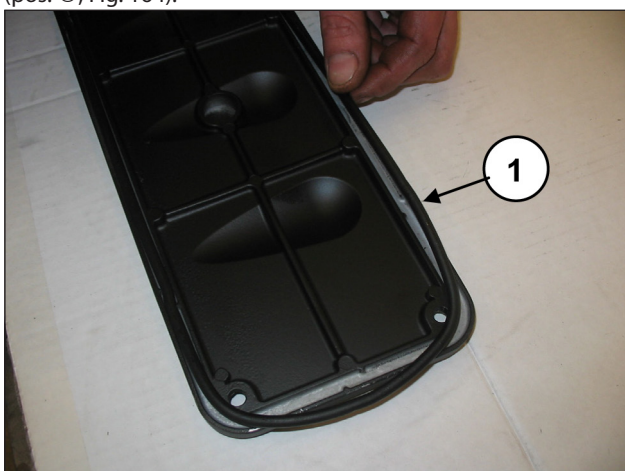
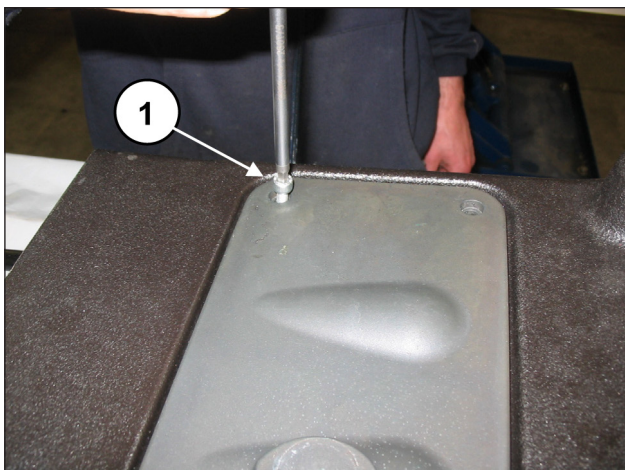

Fig. 163
Fig. 164
Sui coperchi ispezione inserire l'O-ring (pos. ①, Fig. 163) e montare i coperchi mediante l'utilizzo di 4+4 viti M6x14 (pos. ①, Fig. 164).